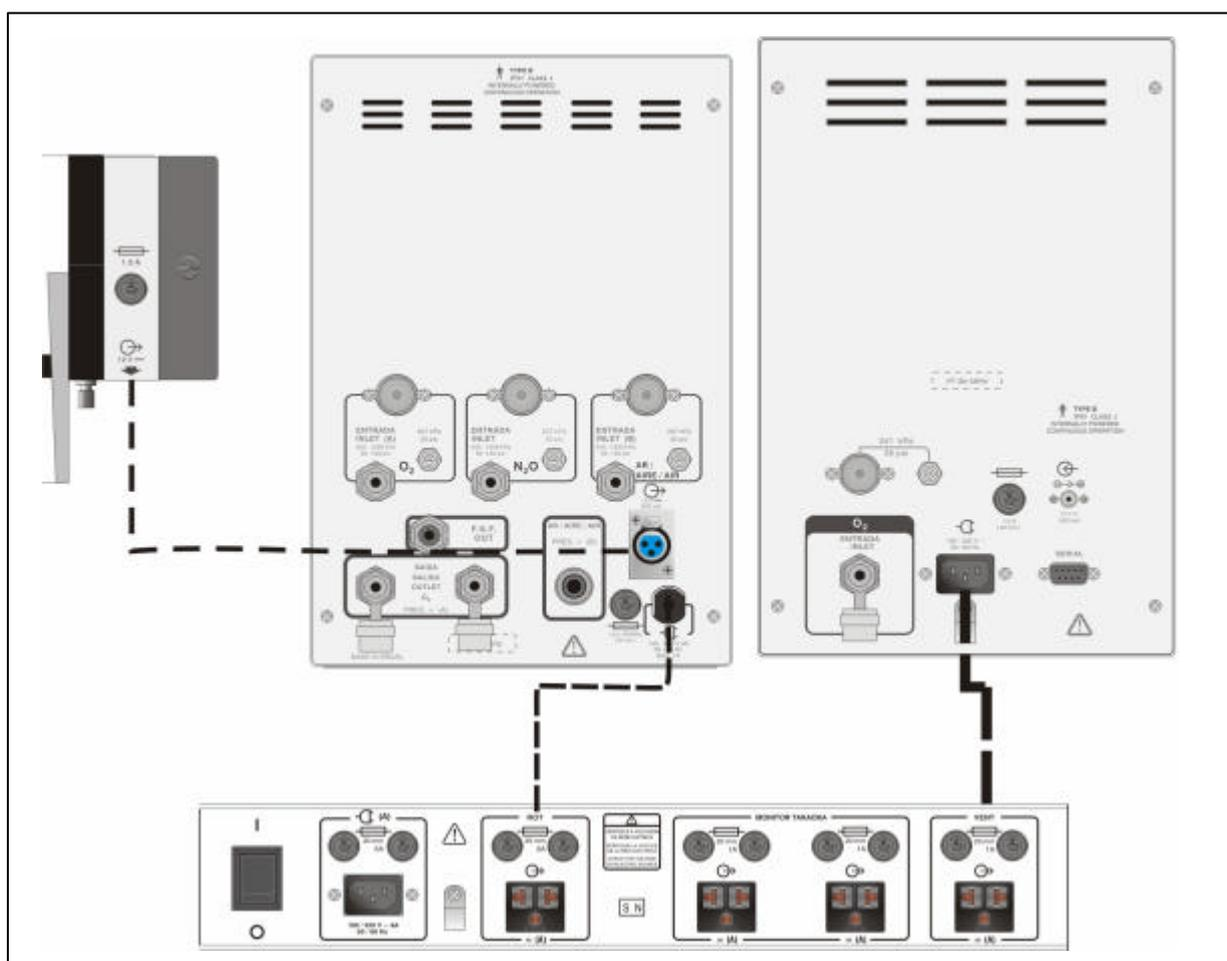

Figura 7-5: Ligação elétrica dos componentes
- 3 - O Vaporizador 1415 é alimentado eletricamente por 12 Vcc, proveniente da saída 12 Vcc existente no painel posterior do Rotâmetro 1836 / 1826, portanto, deve-se conectar uma extremidade do cabo 12 Vcc à saída 12 Vcc do Rotâmetro 1836 / 1826. Conectar a outra extremidade do cabo 12 Vcc à entrada 12 Vcc na lateral direita do Suporte PINOMATIC®, conforme o esquema da Figura 7-5.
- 4 - Interligar o cabo de alimentação elétrica do Ventilador 678 na tomada VENTILADOR localizada no painel posterior do Móvel do Aparelho de Anestesia *Fuji Maximus*, conforme o esquema da Figura 7-5. Ou alimente eletricamente o Ventilador através de uma fonte de 12 Vcc e 3,0 Ah (bateria externa).